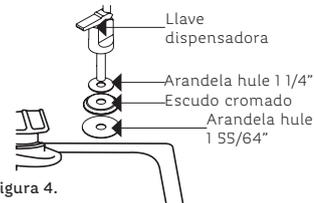

Figura 4.
4. Identifica las piezas que van sobre la tarja de tu cocina e insértalas en la Llave dispensadora (ver Figura 4).